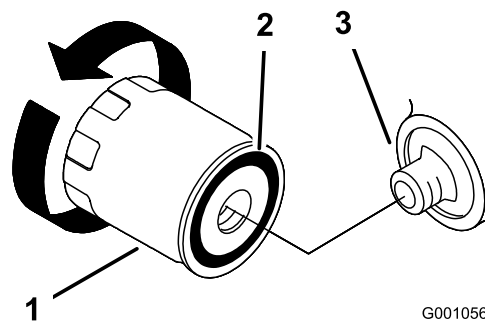
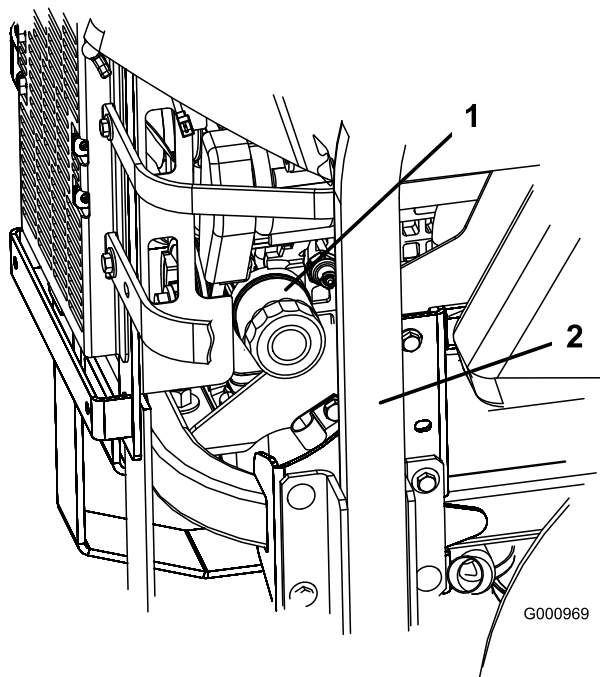

Figura 49
Figura 48
2. Girate il filtro in senso antiorario e toglietelo (Figura 48 e Figura 49).